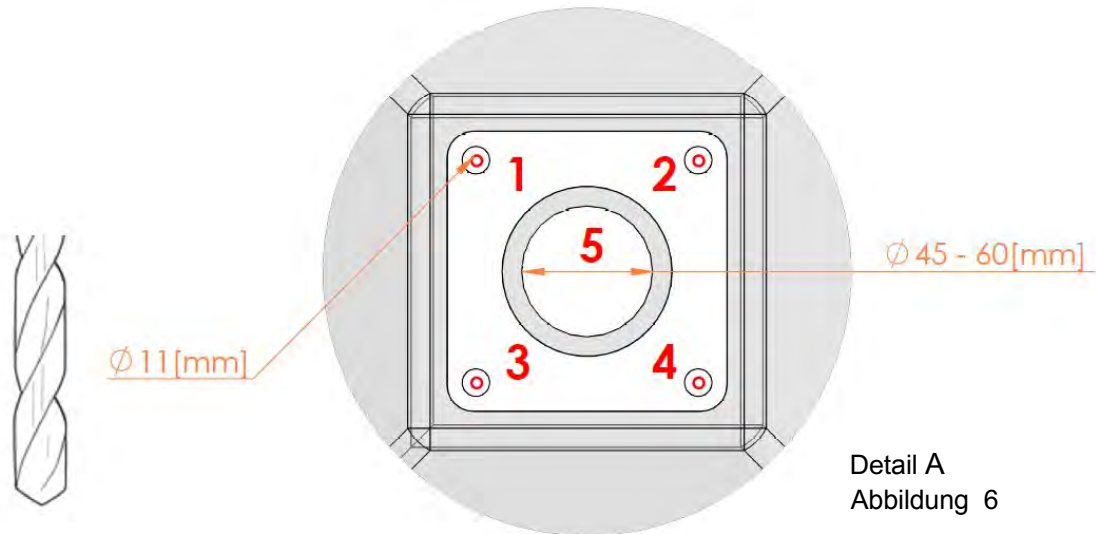
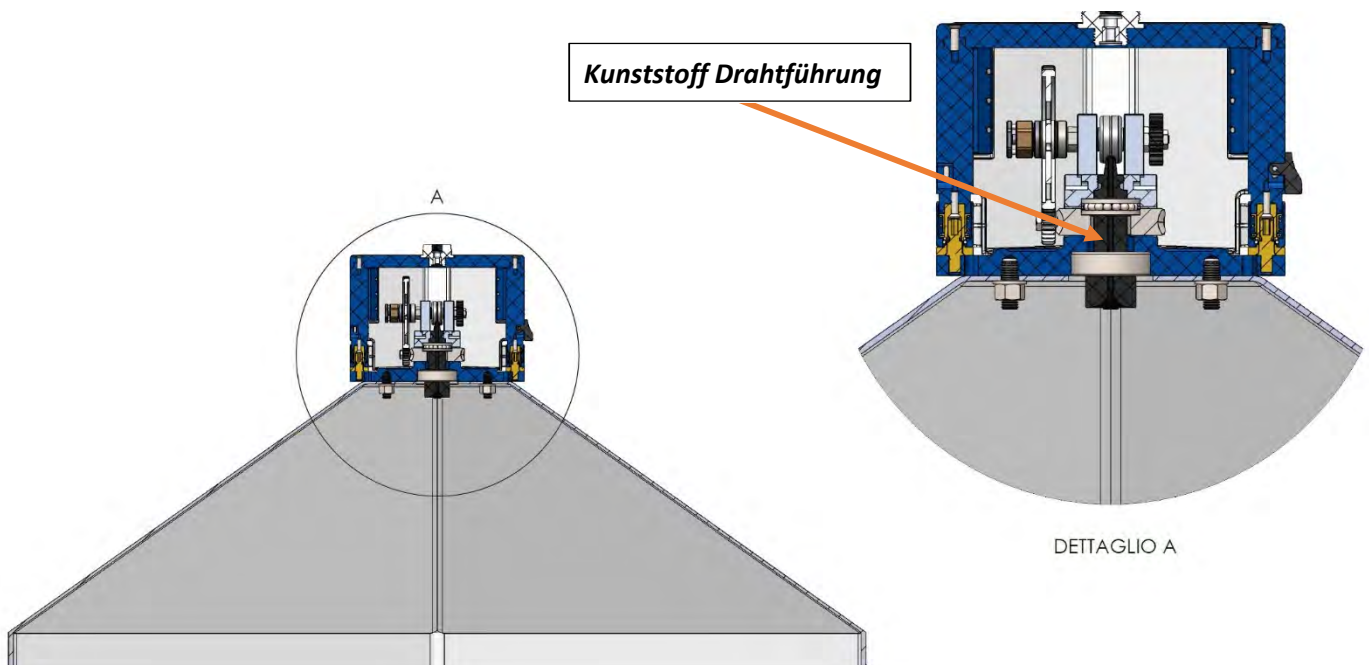

Abbildung 8
Abbildung 11
2. 1. Bohren Sie die Fasshaube sorgfältig gemäß den in Abbildung 8 gezeigten Durchmessern;
Das zentrale Loch Nr. 5 (Abbildung 8) der Haube muss unter Einhaltung des angegebenen Durchmessers (mindestens 45, höchstens 60 mm) gebohrt oder geschnitten werden. Das Bohren eines Lochs mit einem kleineren Durchmesser als dem unten angegebenen kann die Funktion beeinträchtigen, da die freie Drehung des Twisters verhindert werden kann. (Abbildung 11).
5. Befestigen Sie zum Schluss den Twister, indem Sie die Muttern wieder festziehen und auf die richtige Positionierung der Unterlegscheiben achten. (Abbildung 11).